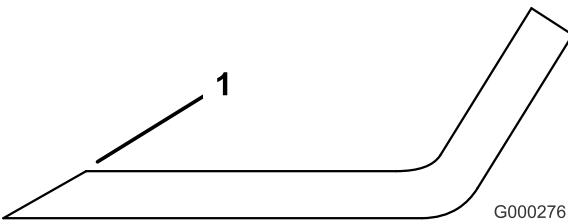

Figure 26
**Remarque:** N'aiguisez que le haut du tranchant et conservez l'angle de coupe d'origine pour obtenir une coupe nette (Figure 26). Limez la même quantité de métal sur chacun des deux tranchants pour ne pas déséquilibrer la lame.